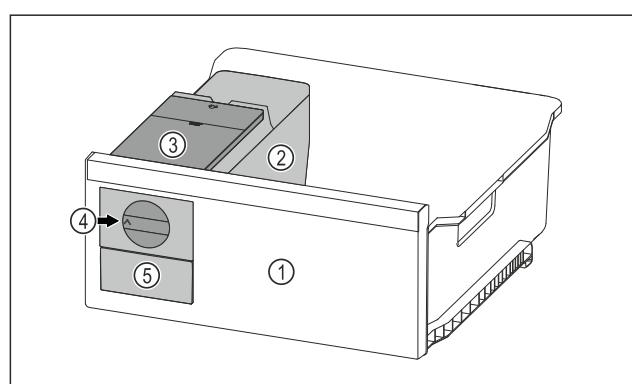

Fig. 120 Ілюстративне зображення
- Поворотну ручку Fig. 120 (4) повернути за годинниковою стрілкою до упору.
- Кубики льоду випадають із ванночки для кубиків льоду у висувний ящик для кубиків льоду Fig. 120 (5). Якщо не всі кубики льоду вимаються з ванночки для кубиків льоду: